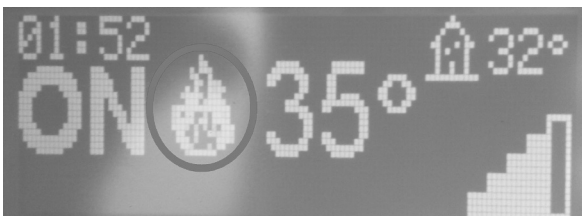

Fig. 8 - Velik plamen
- Ko je faza vžiga zaključena, se peč premakne v delovni način, prikaže se izbrana toplotna moč, sobna temperatura in velik plamen (glejte **Fig. 8**).